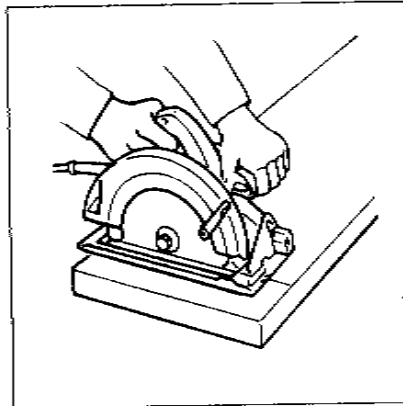
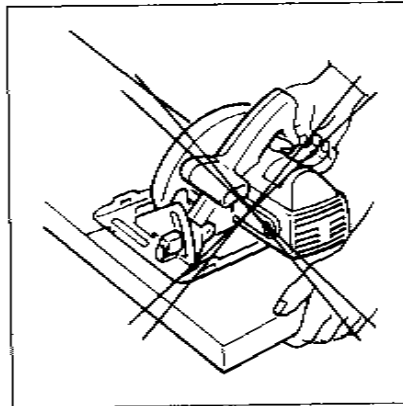

Abb. 5
Abb. 6
15. Setzen Sie den größeren Teil des Sockels der Säge auf den Teil des Werkstückes, der fest abgestützt ist. Als Beispiel zeigt Abb. 5 die RICHTIGE, und Abb. 6 die FALSCH E Art, das Ende eines Brettes abzuschneiden. Wenn das Werkstück kurz oder klein ist, spannen Sie es fest. **VERSUCHEN SIE AUF KEINEN FALL, KURZE STÜCKE MIT DER HAND ZU HALTEN.**